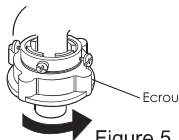

Figure 5
4. Enlevez la plaque signalétique. Tournez l'écrou de fixation selon l'indication de la figure. Voir figure 5.